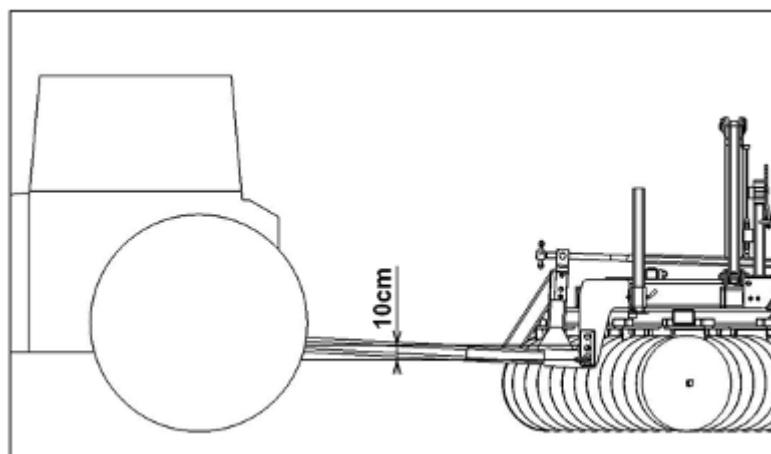

Рисунок 16.
- При работе точка сцепки с трактором должна быть приподнята примерно на 10 см относительно сцепки с дисковой бороной (рис. 16).